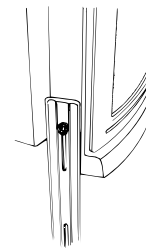
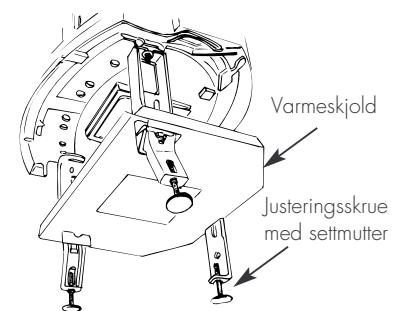
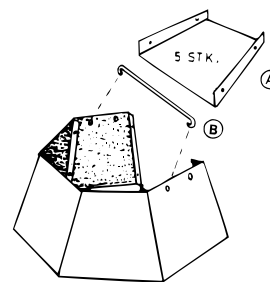

Fig. 4
Fig. 6
Fig. 8 Montering varmeskjold
3. Beina er justerbare fra 330-495 mm, og kan monteres som angitt på fig. 4 eller 5. Dersom beina monteres som angitt på fig. 6, kan beina som er påmontert sideplatene på peisinnnsatsen (fig. 4) fjernes. På enkelte omrammingsmodeller må løsningen som er vist på fig. 4 og 5 benyttes. Ønskes høyere sokkelhøyde enn 495 mm, kan peisinnnsatsen settes på murstein eller lignende.
4. Monter varmeskjoldet under peisinnnsatsen som angitt på fig. 6.
Skal askebøtte monteres må blindlokket i peisbunnen fjernes (se fig. 8). Bøy opp klaffen i lokket og stikk en skrutrekker e.l. gjennom hullet i denne og bruk den som «brekkstang». Slå samtidig med en hammer på lokket for at det lettere skal løsne. Om nødvendig må det tas hull i varmeskjoldet. Det er perforert i platen for lettere å kunne ta ut for åpning (se fig. 6).
6. Varmeskjoldet for røykklokken (fig. 8) består av 5 stk. stålplater (A) som settes sammen med skruer (8 stk. skruer M 6x10 med muttere). I platene er det hull i øvre del der støttestaget (B) hukes på. Støttestaget må monteres som vist på fig. 8.